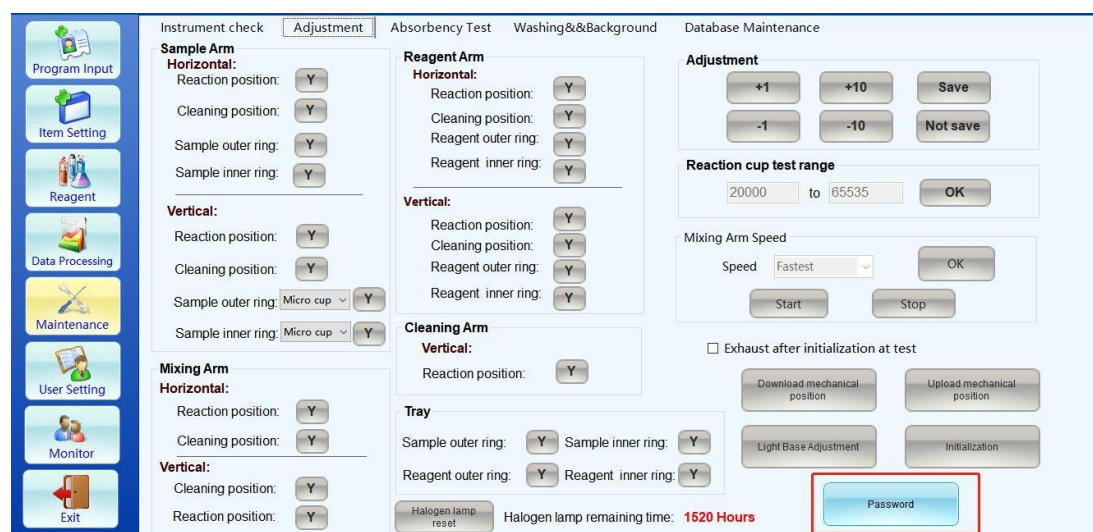
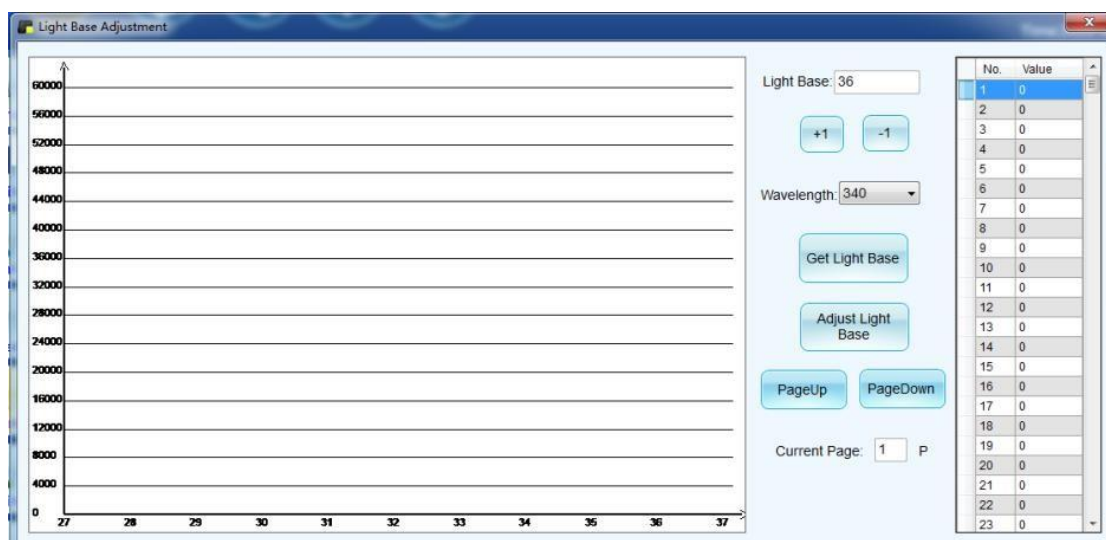

Figura 7-17 Ajuste de base de luz
Figura 7-18 Ajuste de base de luz
**Passo 1:** Na interface da figura 7-17, clique em [Manutenção] → [Ajuste] → [Senha], insira a senha “666666”, clique em [Ajuste de base de luz] para inserir a interface, como na figura 7-18.